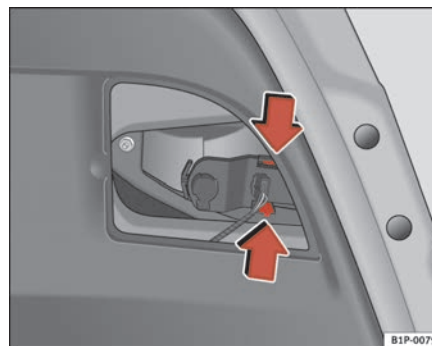

Abb. 168 Lampenfassung ausbauen
- Die Lampenfassung durch Eindrücken der Haltetaschen herausziehen ⇒ Seite 260, Abb. 168.